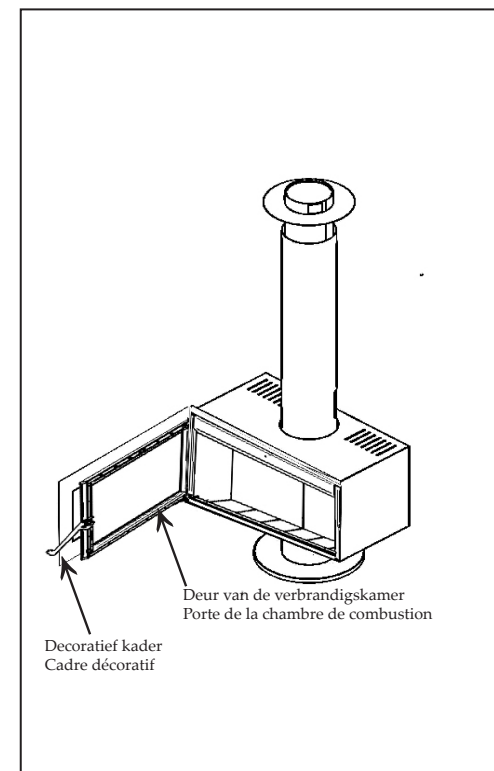

FIG. 1
- Aprire la porta del caminetto (fig.1).
- Ouvrir la porte (fig.1)